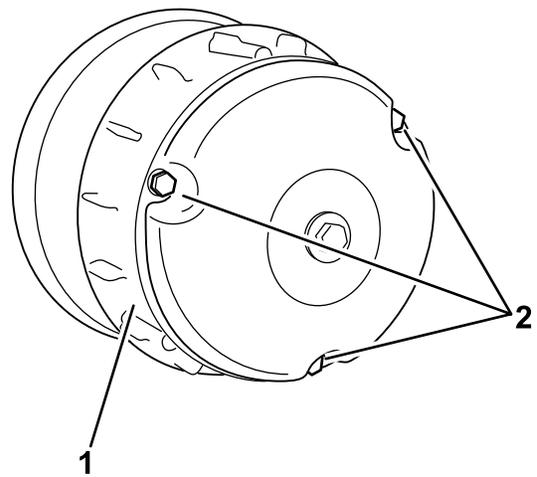

図 63
2. クラッチカバーのボルト3本を外してカバーを取る(図 63)。
4. クラッチカバーを元通りに取り付けて、ボルト3本(図 63)さきほど2で外したもので固定する。